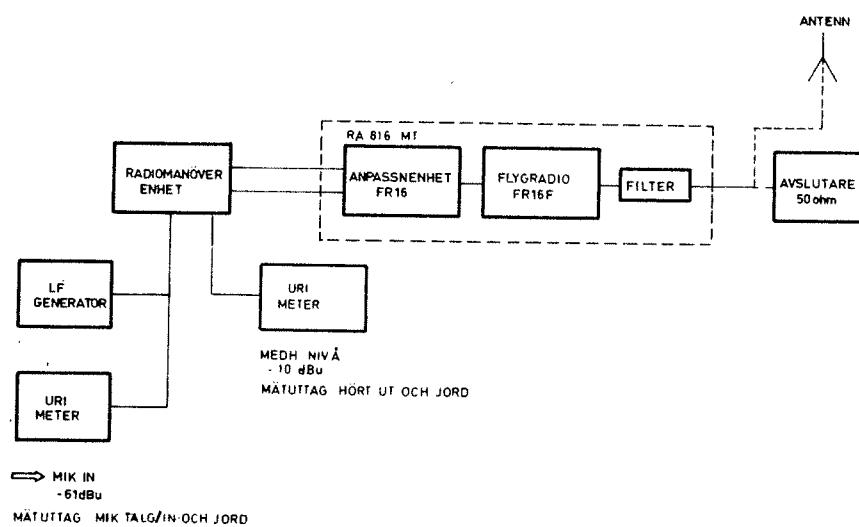

Bild 9
- Anslut LF-generatorn och URI-metern till mätuttagen MIK TALG/IN och JORD se bild 9.